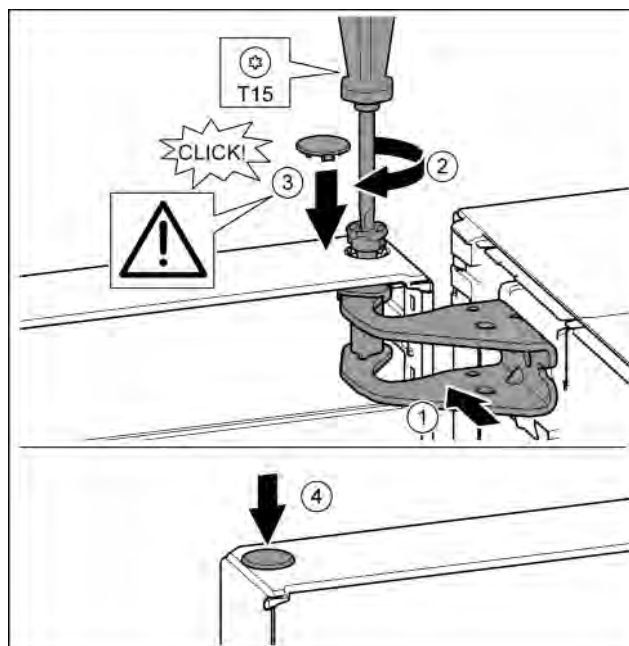

Fig. 23
- ▶ Poravnajte gornja vrata prema otvoru u podlošku ležaja. Fig. 23 (1)
- ▶ Umetnite svornjak i zavijte odvijačem T15. Fig. 23 (2)
- ▶ Montirajte sigurnosni pokrov radi osiguranja vrata: Umetnite sigurnosni pokrov i proverite naliježe li na vrata. U protivnom u potpunosti umetnite svornjake. Fig. 23 (3)
- ▶ Umetnite čep. Fig. 23 (4)